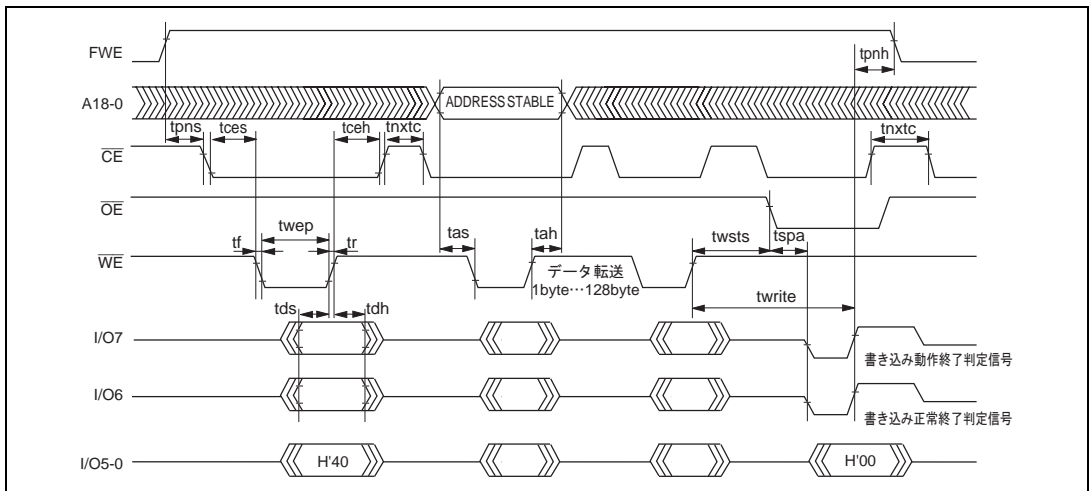

図 19.52 自動書き込みモードのタイミング波形
- (1) 自動書き込みモードでは、128バイト同時書き込みを行います。これは、バイトデータを128回連続で転送してください。
- (2) 128バイト以下の書き込みでも128バイトのデータ転送を行う必要があります。必要ないアドレスへのメモリ書き込みは、データをH'FFにして書き込みを行う必要があります。
- (3) 転送するアドレスの下位7ビットは、ロー状態にしてください。有効アドレス以外を入力した場合は、メモリ書き込み動作に移行しますが、書き込みエラーとなります。
- (4) メモリアドレスの転送は、第2サイクルで行います(図19.52)。第3サイクル以降では転送しないでください。
- (5) 書き込み動作中は、コマンド書き込みを行わないでください。
- (6) 書き込みは、各アドレスの128バイト単位のブロックに対して、1回の自動書き込みで行ってください。すでに書き込まれたアドレスブロックへの2回以上の追加書き込みは行えません。
- (7) 自動書き込み正常終了の確認には、I/O6を調べることにより行います。または、ステータス読み出しモードを使用しても確認することができます(I/O7のステータスポーリングは、自動書き込み動作終了判定用端子です)。
- (8) ステータスポーリングのI/O6、I/O7の情報は、次のコマンド書き込みまで保持されます。次のコマンド書き込みが行われていなければ、CE、OEをイネーブルにすることにより読み出し可能となります。